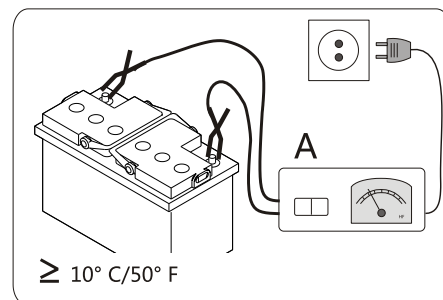

图 24
- 5.1 在新车检测或易手车检测之前 ⇒ 连接推荐的充电器，请参见→ 11，(→ 图 24)。